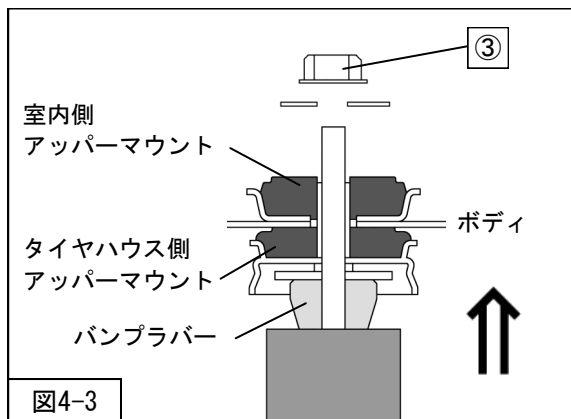

図4-3
5. ジャッキをストロークさせ、タイヤハウス側アップパーマウントをバンブラバーで押し、シャフト先端を室内側アップパーマウントから出してください。（図4-3）